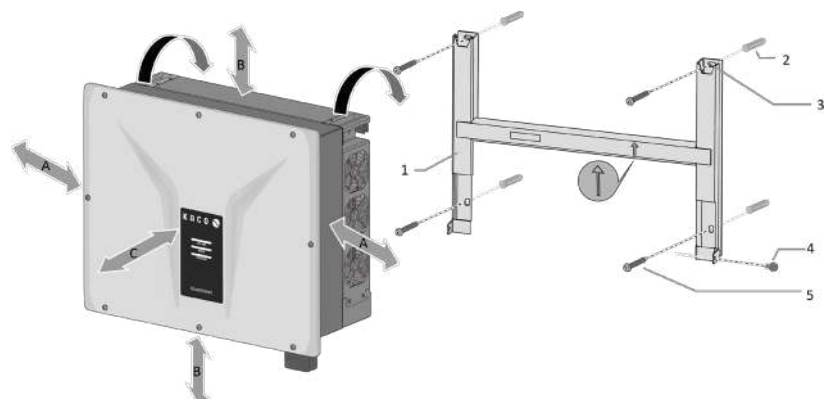

Abb. 9. Montage der Wandhalterung
- Bei der Montage zu beachtende Mindestabstände: [siehe Abb. 9 auf Seite 12]